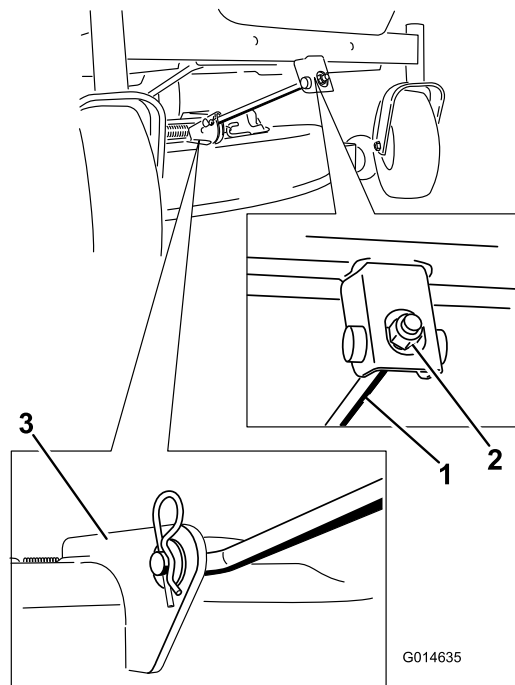

Figure 55
- Retirez la goupille fendue de la tige de support avant et déposez la tige du support de tablier (Figure 55). Abaissez doucement l'avant du tablier de coupe au sol.
6. Fixez la tige de support avant au tablier de coupe à l'aide de l'axe de chape et de la goupille fendue (Figure 55).